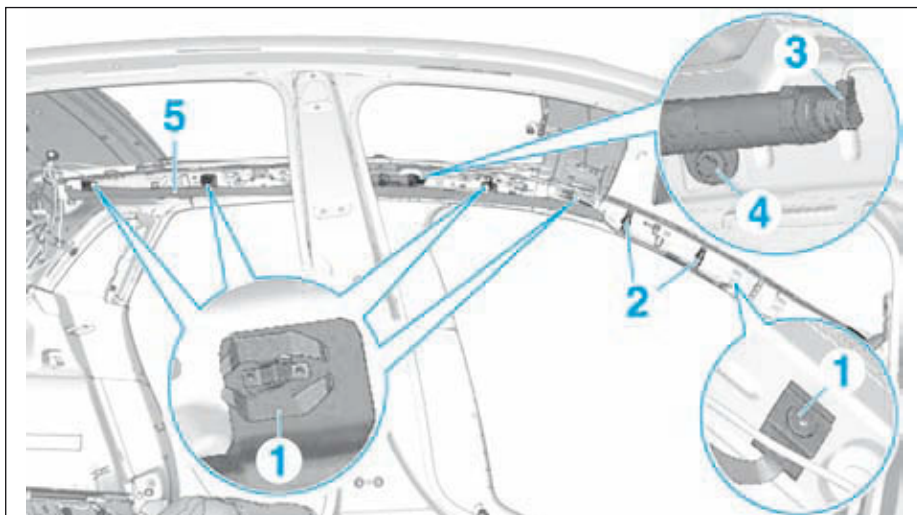

FIG.21
- A l'aide d'un tournevis fin, déposer les agrafes (1) (Fig.21).
- Libérer la partie avant de l'airbag rideau des agrafes (2).
- Débrancher le connecteur (3).
- Déposer la vis (4) et l'airbag rideau (5).